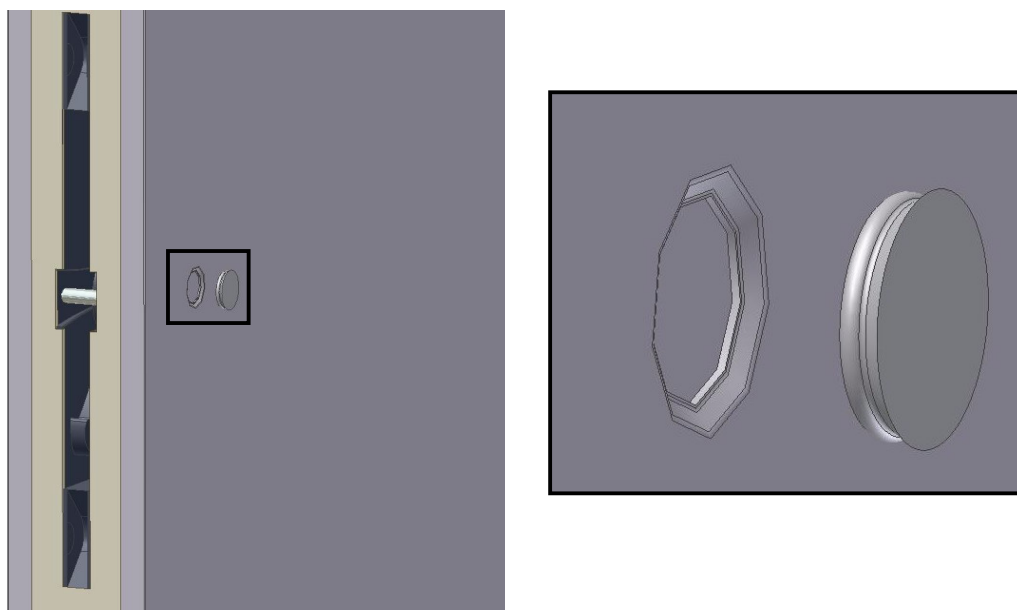

Fig. 7
- Después de apretar todos los ganchos, colocar **tapones** en las perforaciones (Fig. 7)